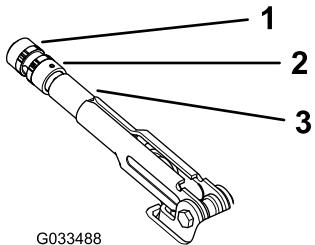

Figura 52
2. Afloje el tornillo de fijación que sujeta el pomo a la palanca del freno de estacionamiento (Figura 52).
3. Gire el pomo (Figura 52) hasta que se requiera una fuerza de 20–22 kg (45 – 50 libras) para accionar la palanca.
4. Apriete el tornillo de fijación cuando termine (Figura 52).